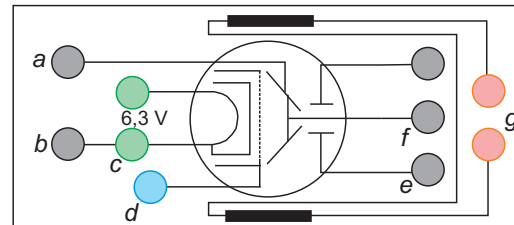

Abbildung 4: Anschlussbelegung: a Anode, b Kathode, c Kathodenheizung, d Wehneltzylinder, e und f nicht angeschlossen, und g Helmholtzspulen.
2. Pluspol des 50 V-Ausganges am Röhren-Netzgerät mit Minuspol des 500 V-Ausganges kurzschließen und mit Buchse des Fadenstrahlrohres (Kathode) verbinden (siehe dazu Abbildung 4).